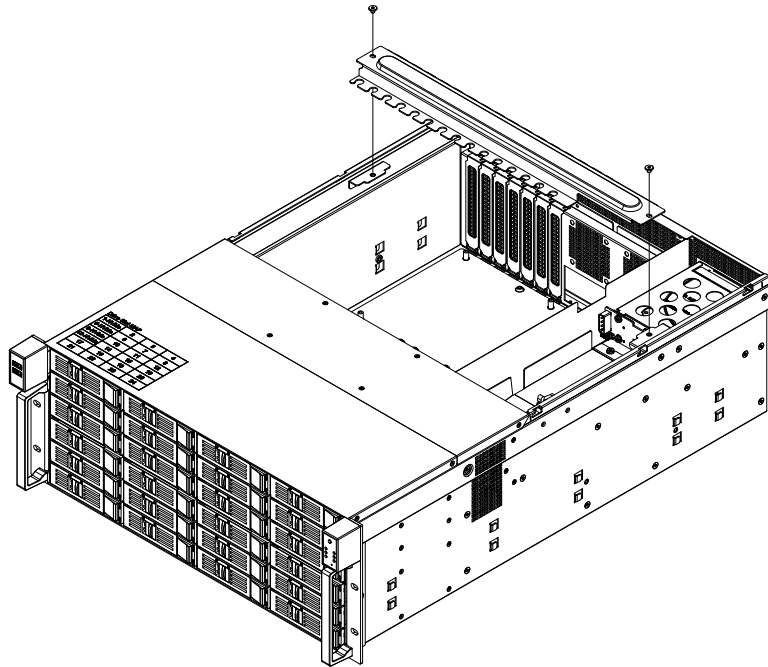

Figure 2.2 Removing a hold down bar/ 移除固定压杆 / 移除固定壓桿
2. Lift upward to remove it (see Figure 2.2).
2. 向上抬起并取出（如图 2.2 所示）。
2. 向上抬起並且取出（如图 2.2 所示）。